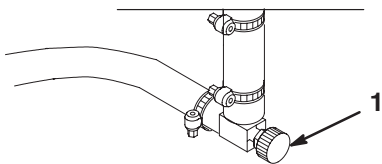

Figure 47
3. Fermez le robinet d'arrivée de carburant (Fig. 47) sous le réservoir.